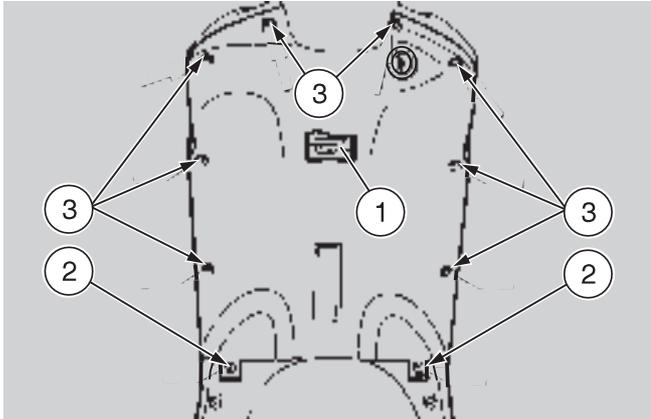

Abb. 49
- ◆ Die beiden Befestigungsschrauben des Taschenhalters (1-Abb. 49) herausdrehen.
- ◆ Die zwei Schrauben (2-Abb. 49) herausdrehen.
- ◆ Die acht Schraube (3-Abb. 49) herausdrehen.